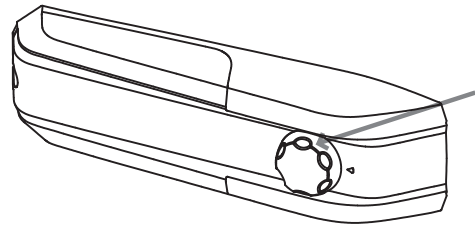

Fig. 1
- La unidad de termostato para el control del aparato se encuentra ubicado en el interior del compartimento frigorífico (Fig. 1). Gire la rueda del termostato más allá de la posición "0". La luz se enciende cuando la puerta del frigorífico se abre. Girar la rueda por completo hasta la posición "0" para apagar el aparato.